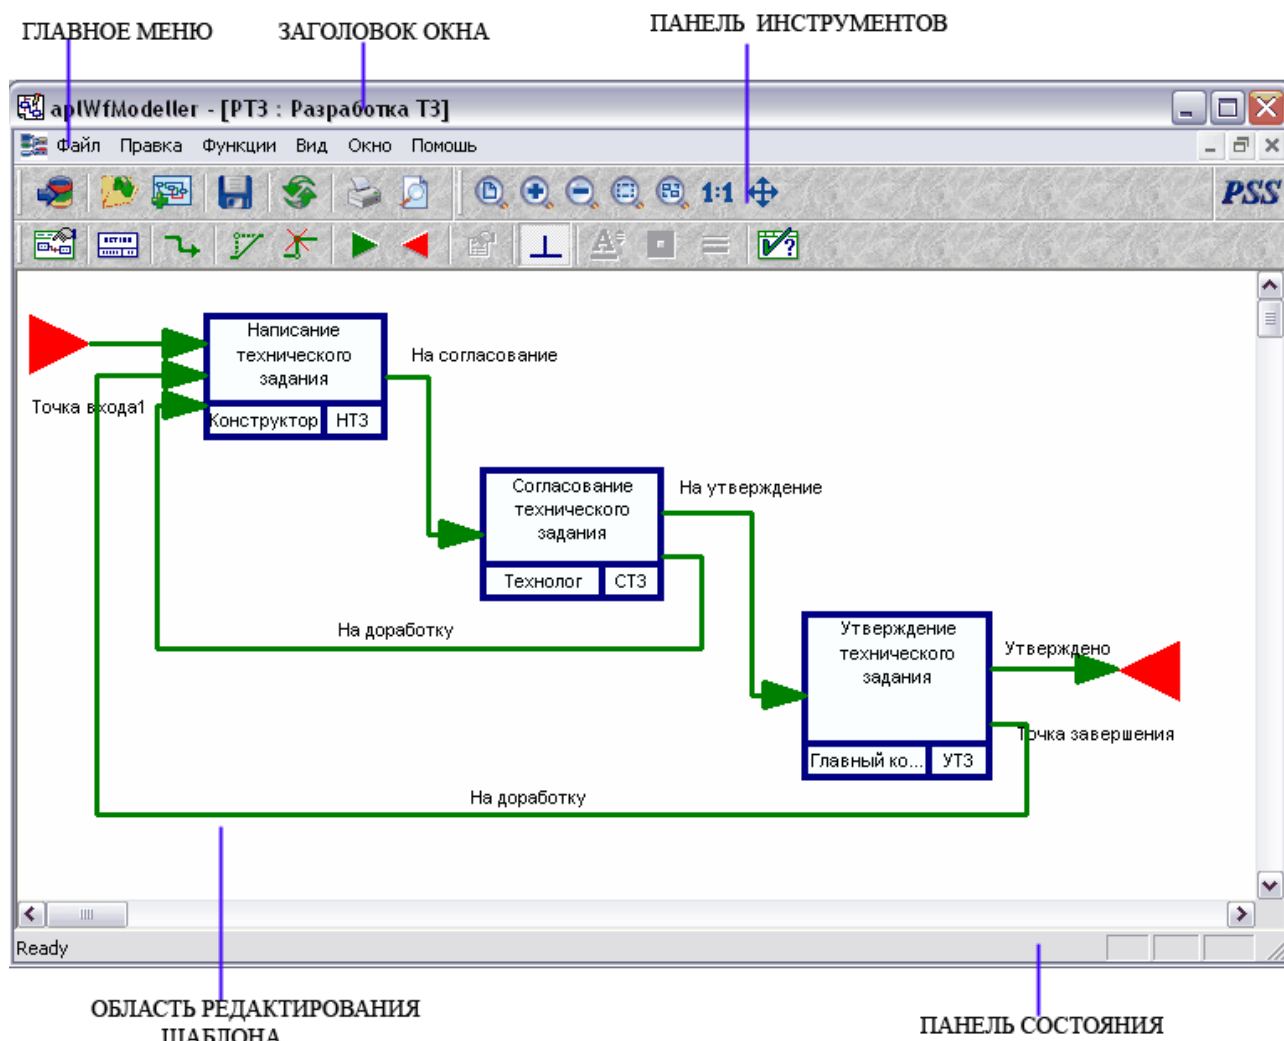

Рис. 2 Редактор шаблонов процессов
Графический интерфейс модуля **Редактор шаблонов процессов** состоит из следующих областей (Рис. 2):
После выполнения этих действий появится главное окно модуля Редактор шаблонов процессов (Рис. 2).
Рабочей областью модуля **Редактор шаблонов процессов** является область редактирования шаблона (Рис. 2). В этом окне редактируется структура шаблона процесса, которая состоит из следующих объектов:
2. Нажать кнопку  на панели инструментов в главном окне модуля (Рис. 2).